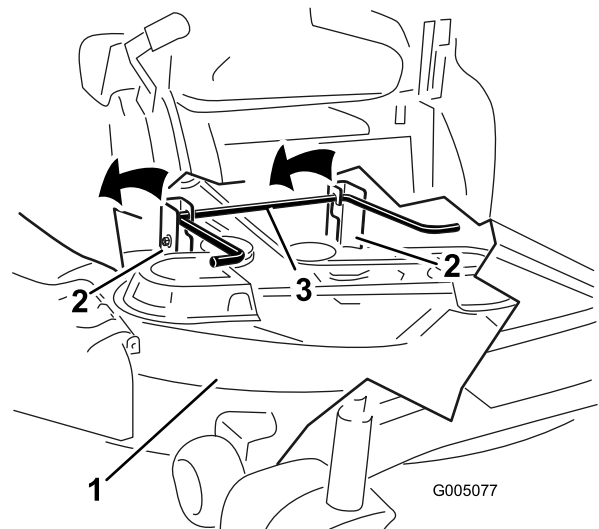

Bild 66
5. Heben Sie das Mähwerk und die Hängeprofile über die hintere Hubstange und senken Sie das Mähwerk vorsichtig auf den Boden ab (Bild 66).
- Heben Sie das Heck des Mähwerks an und führen Sie die Hängeprofile über die hintere Hubstange (Bild 66).